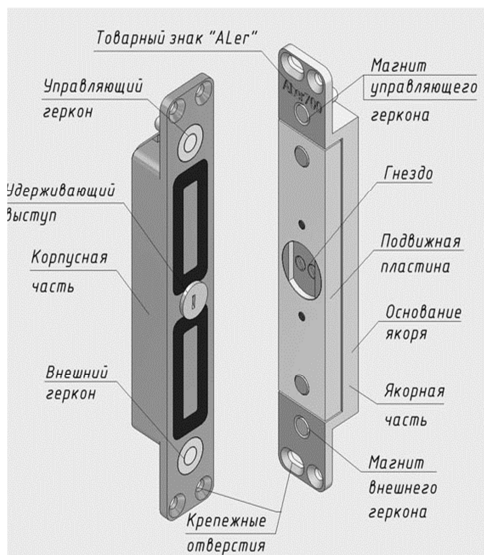

Рис.1
4.1 ЗАМОК состоит из корпусной и якорной частей. При закрытии двери подвижная пластина якорной части притягивается к рабочей поверхности корпусной части, при этом удерживающий выступ на корпусе входит в соответствующее гнездо пластины якоря и запирает дверь (рисунок 1). Усилие удержания двери в закрытом положении при попытке взлома первоначально определяется усилием сдвига пластины якорной части относительно корпусной, а затем (после преодоления этого усилия) конструктивными размерами удерживающих выступов.
5.2 Для монтажа якорной части в дверном полотне симметрично кромкам двери подготавливается гнездо шириной не менее 32 мм и глубиной не менее 25 мм. Подвижная пластина якоря не должна касаться стенок гнезда при любом положении якоря. Якорная часть замка вертикального исполнения должна быть сориентирована в гнезде по установочной метке в виде товарного знака «ALet» направлением вверх (рисунок 1).